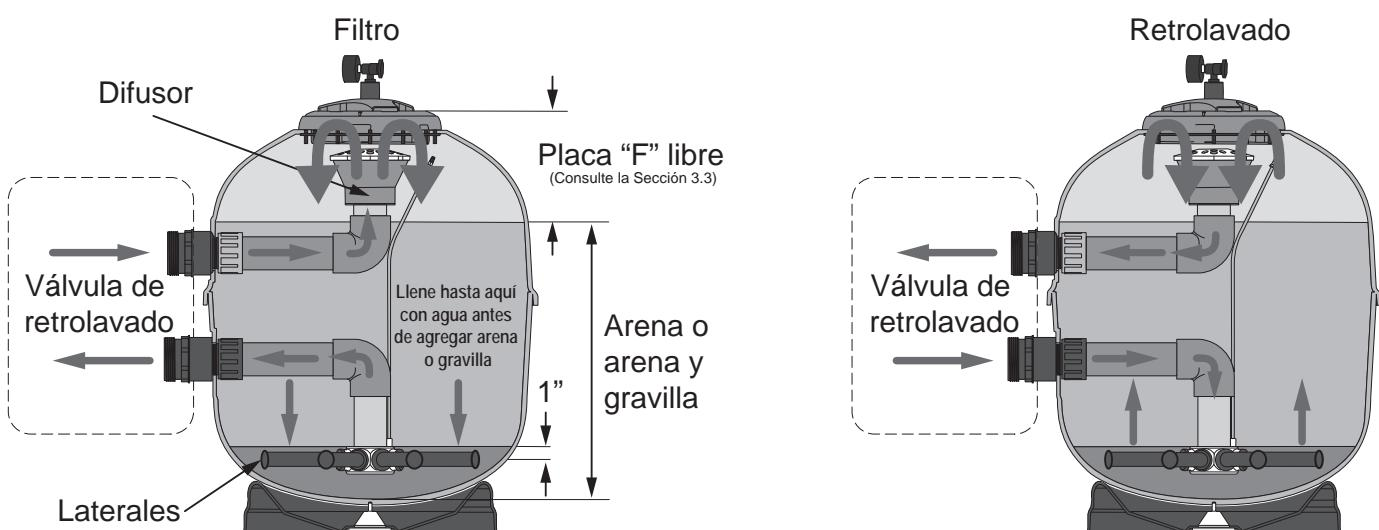

Figura 2. Funcionamiento del filtro y del retrolavado
Los filtros de arena de alto caudal Jandy en general usan arena como medio de filtrado, o de arena sobre una capa delgada de gravilla. Consulte la Figura 2. El uso de un medio de filtrado distinto a la arena también se describe en la Sección 3.3.1.
- Si se usa gravilla, cubrirá los laterales hasta aproximadamente 1" por arriba de los laterales. Consulte la Figura 2.
- Llene el filtro hasta la mitad con agua antes de cargar el medio del filtro. Consulte la Figura 2.